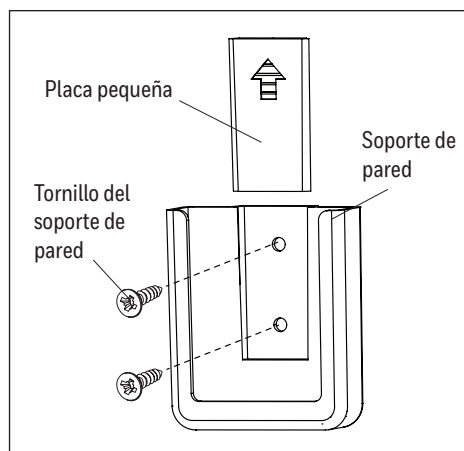

Figure 4.7
7. El paquete remoto viene equipado con un soporte de pared. Si desea instalar el soporte de pared, retire la placa pequeña para dejar al descubierto los orificios para tornillos. Inserte los tornillos de soporte de pared para el soporte de pared por los orificios y en la pared, y luego cubra con la placa pequeña que retiró previamente. Se puede guardar el control remoto en el soporte de pared para un fácil acceso (Figure 4.7).